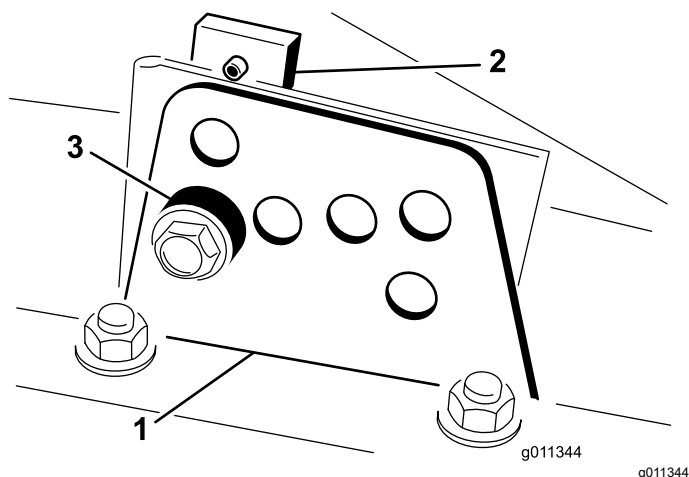

Рисунок 17
- Ослабьте болт крепления каждого кронштейна высоты скашивания к пластине регулировки высоты скашивания (с передней и каждой боковой стороны) (Рисунок 17).
4. Удерживая камеру, снимите проставку (Рисунок 17).